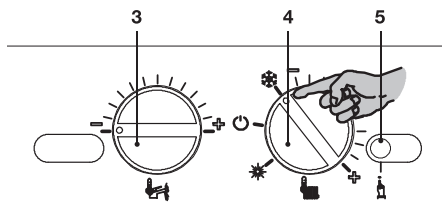
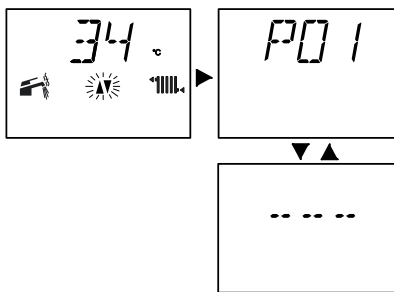
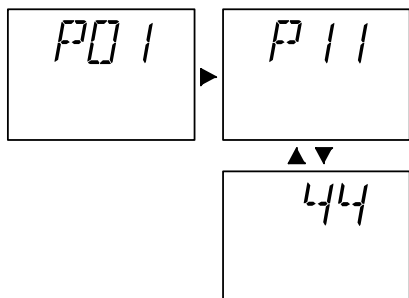

Рисунок 5.45
Рисунок 5.47
Рисунок 5.48
- Прежде чем включить электропитание котла, установите регуляторы 3 и 4 так, как показано на рисунке (см. Рисунок 5.45).
- Чтобы настроить время постциркуляции насоса, войдите в режим программирования, нажав и удерживая в течение 15 с кнопку сброса 5 (см. Рисунок 5.45): на ЖК-дисплее появится параметр P01, загорающийся поочередно с символом - - - -. (см. Рисунок 5.47)
- Нажмите кнопку сброса 5 (Рисунок 5.45) и пролистайте параметры до P11, предназначенного для настройки постциркуляции насоса. На ЖК-дисплее последовательно отобразятся следующие символы (параметр P11 будет загораться поочередно с цифрой 44). (см. Рисунок 5.48)
- Чтобы изменить настройку, поверните регулятор 3 (Рисунок 5.45) и установите его на выбранное время, как показано на следующем рисунке (см. Рисунок 5.49).